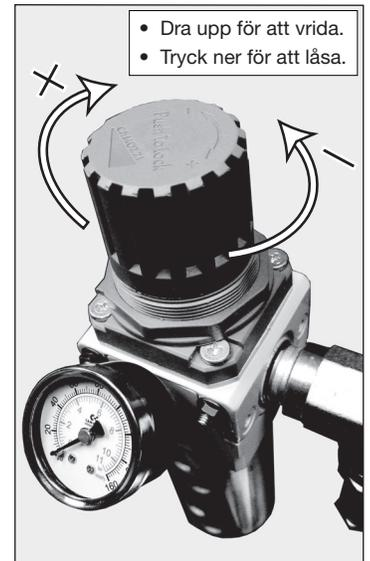

Figur 5, Luftavstängningsventil
**VIKTIGT!** Nya pumpar MÅSTE evakueras INNAN första användning. Utför evakuering enligt följande steg. Se figur 5 till och med 8.
4. Se till att luftavstängningsventilen är STÄNGD, starta luftkällan och kontrollera manometern. Om tryck visas, vrid lufttrycksreglaget moturs tills mätaren visar noll (0) bar/psi.
Hantera pumpen enligt beskrivningen i avsnitt 5.1 till och med 5.4. Se figur 5 till och med 8.